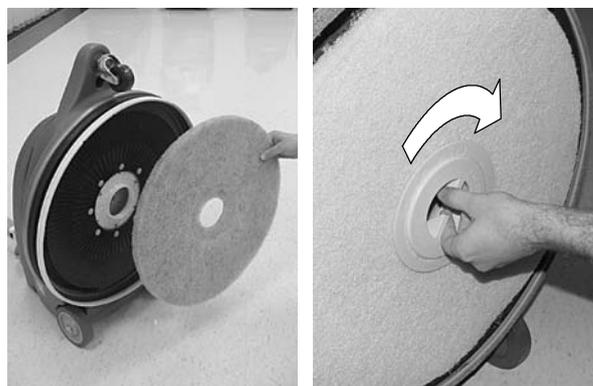

РИС. 2
4. Снимите пластиковый центральный замок с привода прокладки. Установите прокладку на привод прокладки и надежно установите на место кольцо, поворачивая его по часовой стрелке (Рисунок 2).